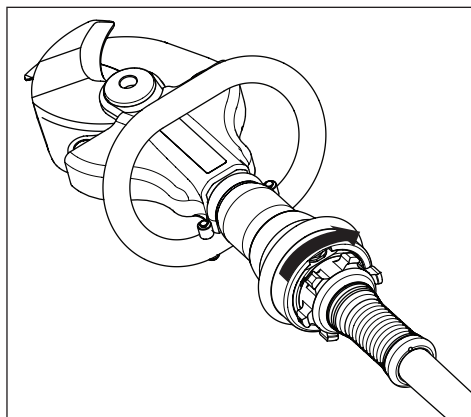

図7:カッター閉状態
- ・ ブレードを閉じるには：ノブを右に回して、所定の位置に保持します。図7を参照してください。